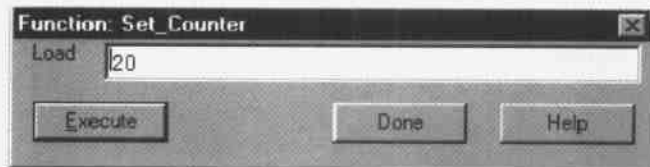

图 9.9 Set Counter 的值
(7) 在 File 菜单中,执行 Load Program 命令,在 D:\application\ccs\tutorial\sim54xx\gelsolid\Debug 下找到 hellodsp.out 文件并载入之。
(8) 在 Debug 菜单中执行 Run 命令,运行程序。
(9) 当程序在断点处停止执行时,在 GEL 菜单下选择 Set Counter Value→Set_Counter,这时将出现如图 9.9 所示的对话框,在其中填入 20,然后单击 Execute 按钮。